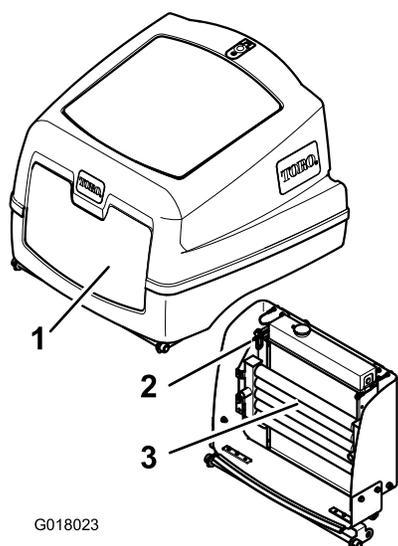

図 42
4. エンジンカバーのラッチをはずしてカバーを開ける 図 42。